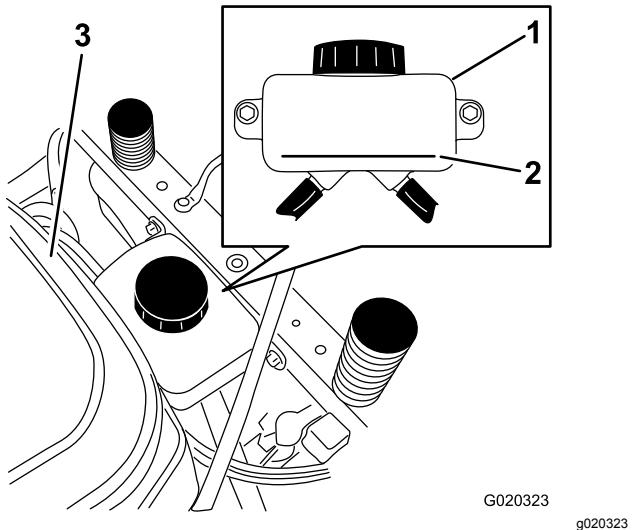
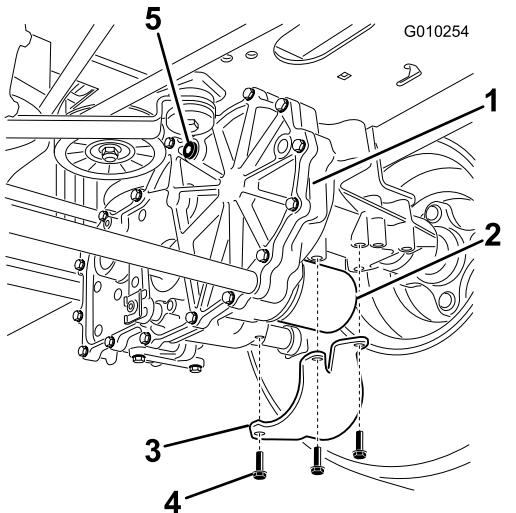

Figura 49
Figura 50
3. Localice el filtro y los protectores de cada sistema de tracción del transeje (Figura 50).
4. Retire los tres tornillos que sujetan el protector del filtro, y retire el protector (Figura 50).
- A. Compruebe que los tapones de ventilación y el tapón del depósito han sido retirados antes de añadir el aceite (Figura 49 y Figura 50).
- B. Vierta lentamente aceite del tipo especificado en el depósito de expansión hasta que salga aceite de **uno** de los orificios de ventilación (Figura 50), y deje de verter aceite.
- C. Instale el tapón en ese orificio (Figura 50).
- D. Siga añadiendo aceite a través del depósito de expansión hasta que el aceite salga del otro orificio de ventilación de la segunda transmisión, y deje de verter (Figura 50).
- E. Instale el tapón en ese orificio (Figura 50).
7. Siga añadiendo aceite a través del depósito de expansión hasta que llegue a la línea FULL COLD del depósito de expansión, y instale el tapón del depósito (Figura 49).
la línea FULL COLD del depósito de expansión (Figura 49).
6. Pare el motor y verifique el nivel de aceite del depósito de expansión. Añada aceite del tipo especificado hasta que llegue a la línea FULL COLD del depósito de expansión (Figura 49).